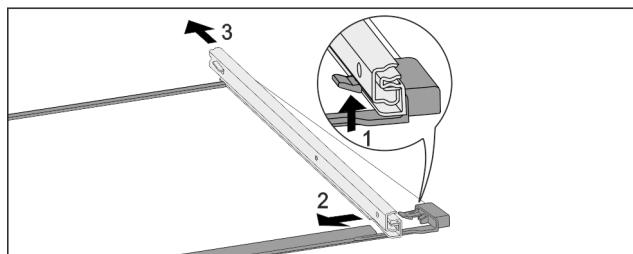

Fig. 191 Стъклена плоча с релси
- Натиснете нагоре предните фиксиращи палци. Fig. 191 (1)
- Пълзнете изтеглящата релса настрани Fig. 191 (2) и назад Fig. 191 (3).